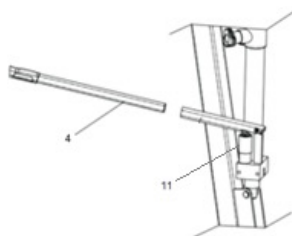

Fig. 6
1. Extraire la poignée et insérer la branche (4 – Fig. 6) dans le cylindre (11 – Fig. 6), conformément au schéma ci-dessous.